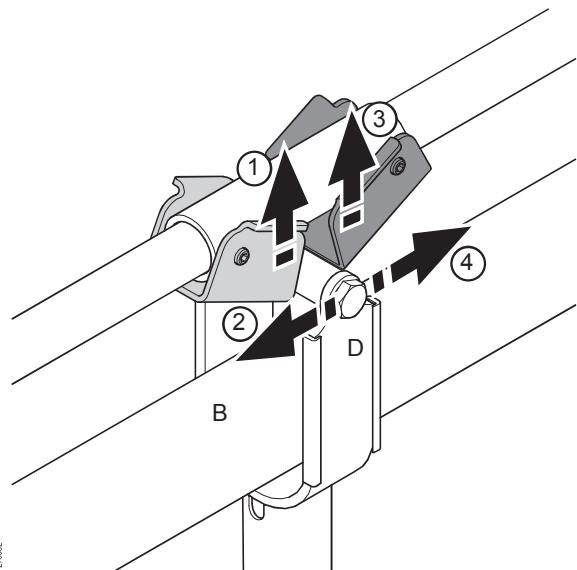

Fig. 29: Individuell løslatelse.
Merk! Dyret kan trykke kraftig mot det dreibare røret. Hold avstand til røret når du frigir det dreibare rørets låsepunkt. Det dreibare røret beveger seg mot venstre (2) eller høyre (4). For mer informasjon, se Fig. 29.